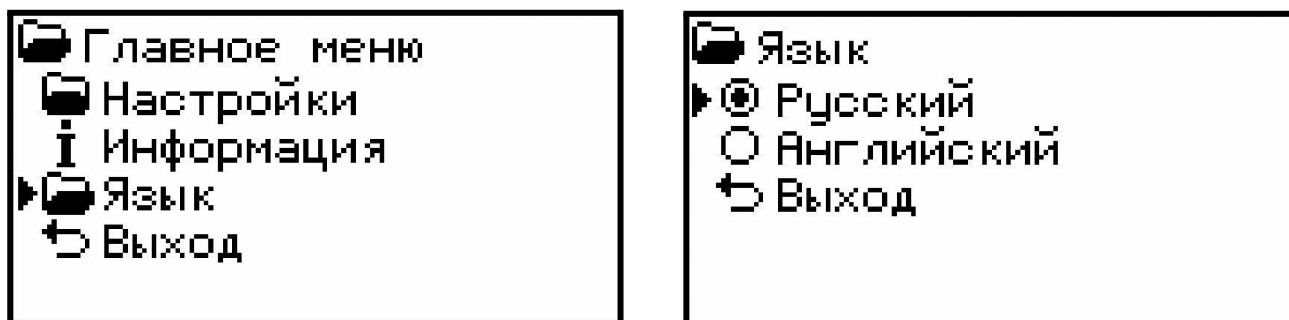

Рисунок 2. Главное меню устройства
- **Заголовок меню.** В верхней части экрана отображается название текущего раздела, а также значок открытой папки, указывающий активный уровень меню (см. Рисунок 2).